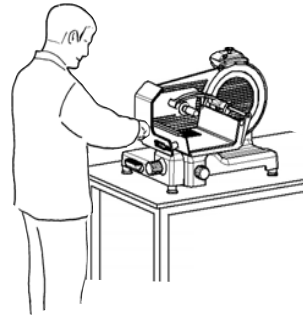

Abb. 39
3. Korrekte Position einnehmen, um Unfälle zu vermeiden: mit der rechten Hand den Handgriff des Pressers ergreifen und die linke Hand neben den Scheibenhalter bereithalten, um die Scheiben zu entnehmen **(ohne dabei mit dem Schneidelatt in Berührung zu kommen)**; der Körper muss dem Arbeitstisch gegenüber senkrecht stehen. (Abb.39).